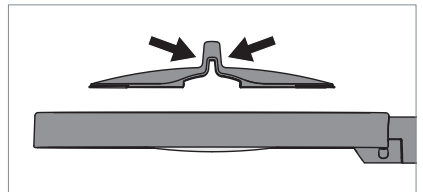

Fig. 3: Montage du recouvrement de la loupe.
- ▶ Comprimez la partie supérieure du recouvrement de la loupe, voir Fig. 3.